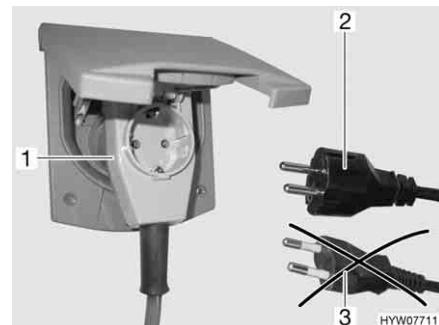

Fig. 117 Collegamento ad un connettore ad angolo provvisto di presa
- ▶ Se si impiega un connettore ad angolo CEE 17 provvisto di una presa integrata sulla parte posteriore (Fig. 117,1), utilizzare esclusivamente una spina IP 44 gommata e sigillata con contatto di terra (Fig. 117,2). Non utilizzare spine senza contatto di terra (Fig. 117,3). Pericolo di scarica elettrica!